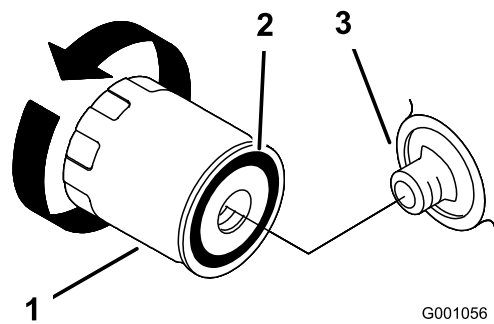
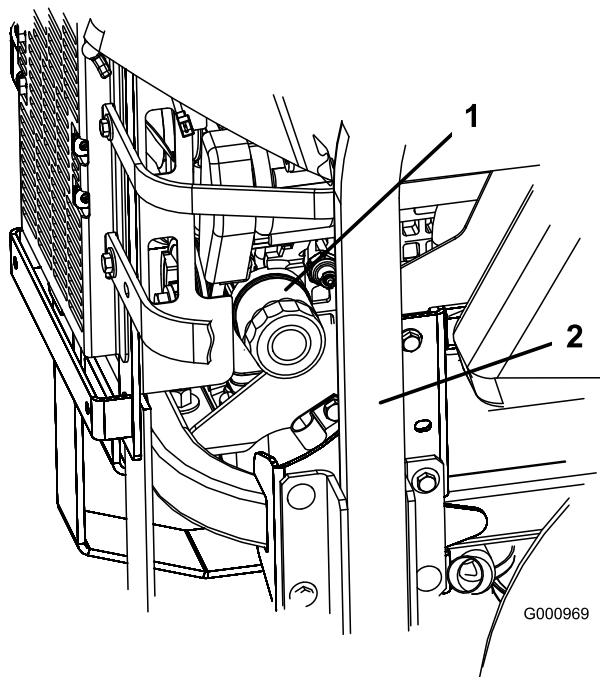

Figura 45
Figura 44
3. Gire el filtro en el sentido contrario a las agujas del reloj para retirarlo (Figura 44 y Figura 45).